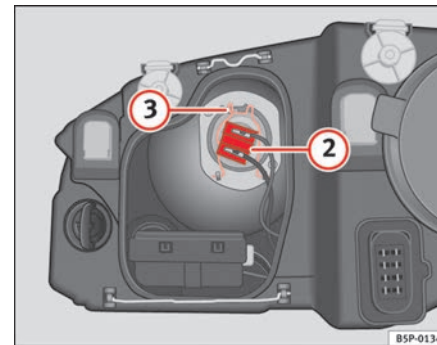

Abb. 179 Abblendlicht
- Ziehen Sie den Stecker ⇒ Seite 265, Abb. 179 ② von der Lampe ab.
- Die Haltefeder ⇒ Seite 265, Abb. 179 ③ durch Eindrücken und Rechtsdrehung abnehmen.